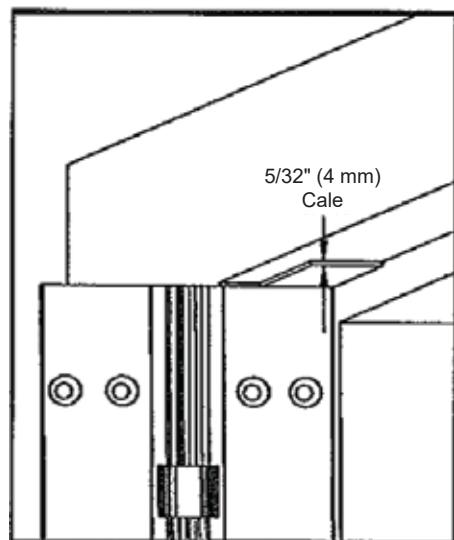

Fig. 4
- d. Positionnez la charnière sur le cadre de la porte, en utilisant une cale de 5/32 po (4 mm) entre le bord supérieur de la charnière et le montant supérieur du cadre (voir la figure 4).